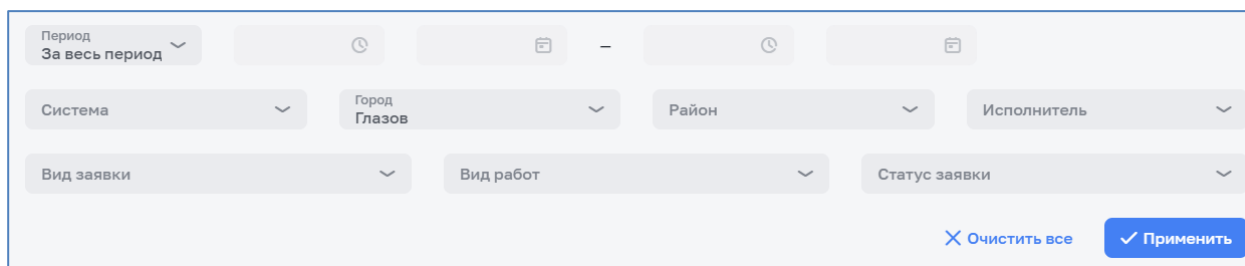

Рисунок 6 – Фильтрация по заявкам
6. Кнопка **фильтрации заявок**  при нажатии на которую раскрывается меню фильтра (см. Рисунок 6).